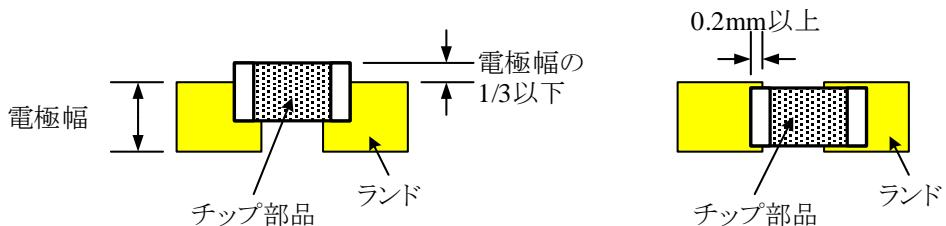

図 1 4 ランドに対するチップ抵抗器の位置ずれ
⑫ SOP IC (IC3~IC6) は、ランドとの位置ずれが図 1 5(a)に示す範囲内となるよう取付ける。また、リード方向のずれは、図 1 5(b)に示すようにランド間のほぼ中央に取付ける。